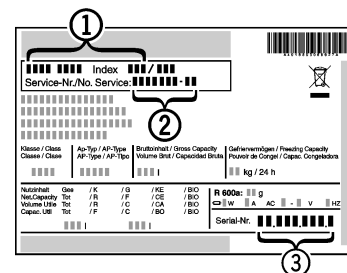

Fig. 11
- Relever la désignation de l'appareil *Fig. 11 (1)*, le n° de service *Fig. 11 (2)* et le n° de série *Fig. 11 (3)* sur la plaquette signalétique. Cette plaquette se trouve sur la paroi intérieure gauche de l'appareil.
- Informer le S.A.V. et lui communiquer la panne, la désignation de l'appareil *Fig. 11 (1)*, le n° de service *Fig. 11 (2)* et le n° de série *Fig. 11 (3)*.